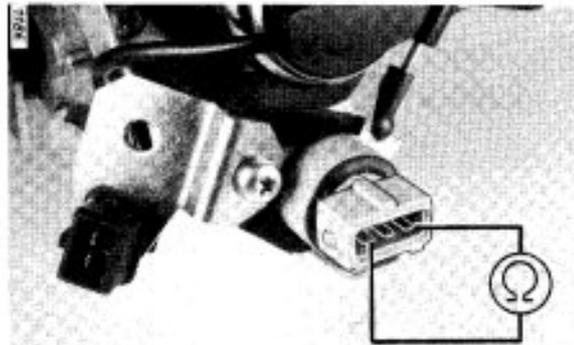

Bild 5
3.1 Gesamt-Widerstand (Bild 5)